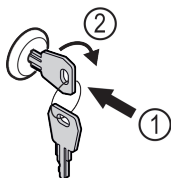

Fig. 157
- ▶ Sæt nøglen i Fig. 157 (1).
- ▶ Drej nøglen 90° med uret Fig. 157 (2).